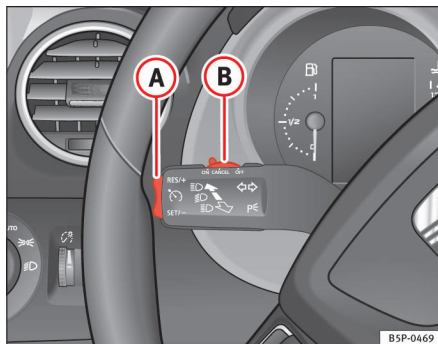

Fig. 152 Blink- og fjernlysarm: kontakt og vippeknap til fartpilot
- Tryk et kort øjeblik på den nederste del **SET/-** → fig. 152 af vippeknappen **(A)**, når den hastighed, der skal gemmes, er nået.